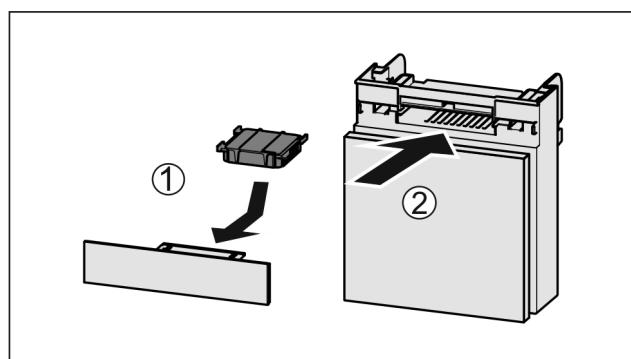

Fig. 112
- Поставете Fig. 112 (1) филтъра с активен въглен, както е показано на фигурата.
- Вкарайте Fig. 112 (2) отделението.